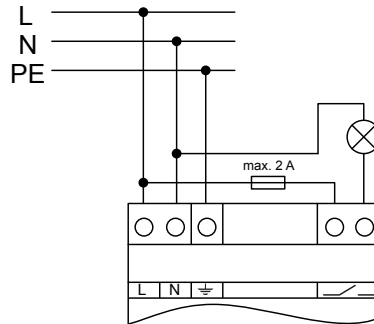

рисунок 5: Пример использования — сигнальная лампа для оптической индикации режима работы
- Контрольное устройство в соответствии с примером подключения (рисунок 5).